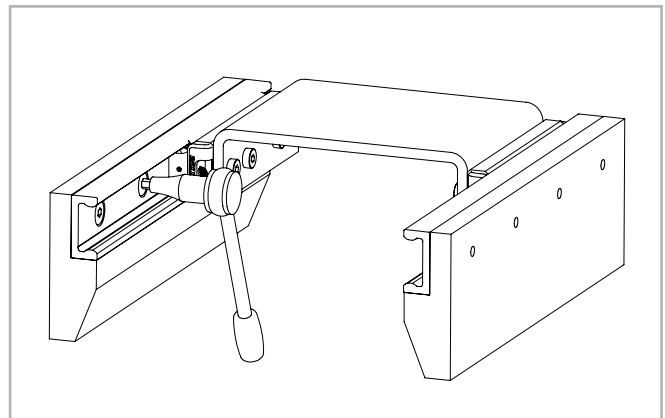

Abb. 76
- (5) Ziehen Sie die mittleren Befestigungsschrauben der Schiene mit dem vorgeschriebenen Moment an (s. Abb. 76).